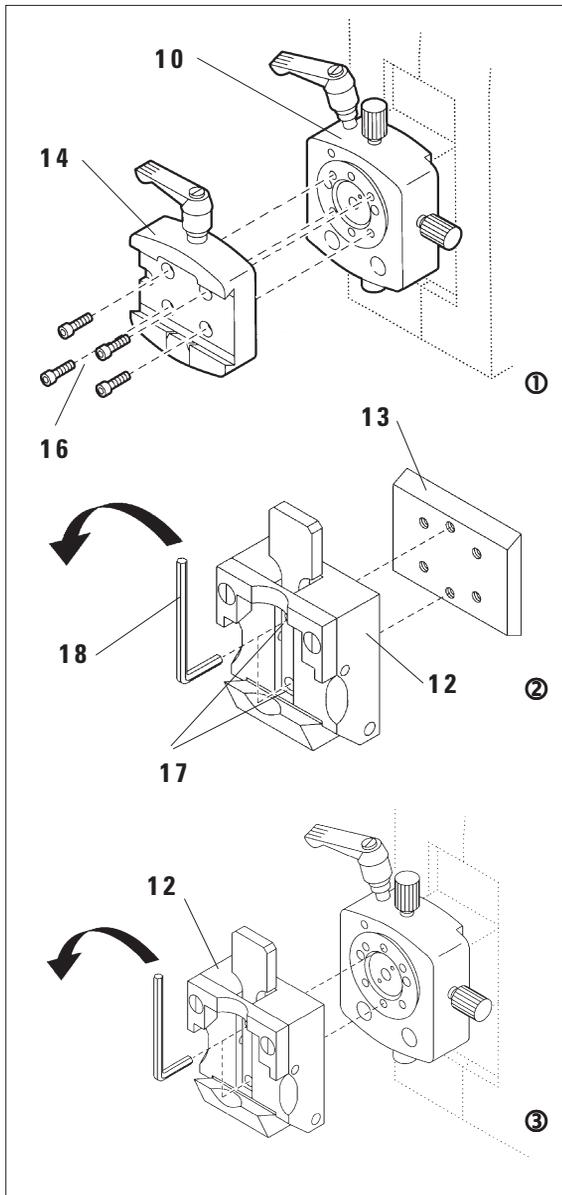

図 9
- 次にダブルホルダー（14）を試料クランプホルダー（図9 ①）から外します。
- 2本のネジ（17）を外して、ダブルガイド（13）を試料クランプ（12）から取り外します（図9 ②）。同様にサイズ3のアレンキーを使用します。
- 試料クランプ（12）を、図のように（図9 ③）試料クランプホルダーに取り付け、2本のネジ（17）で固定します。